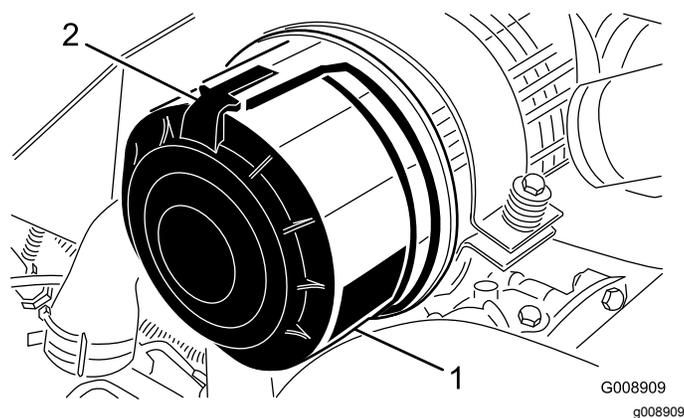

図 87
1. エアクリーナのカバーをボディに固定しているラッチを外す 図 87。